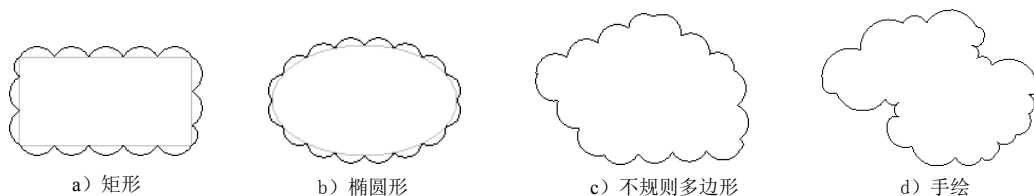

图 6.14.2 修订云的形状
- **云形状(S)** 区域：用于定义修订云的形状。其下包含  (矩形)、 (椭圆形)、 (不规则多边形) 和  (手绘) 4 种形状，绘制效果分别如图 6.14.2 所示。